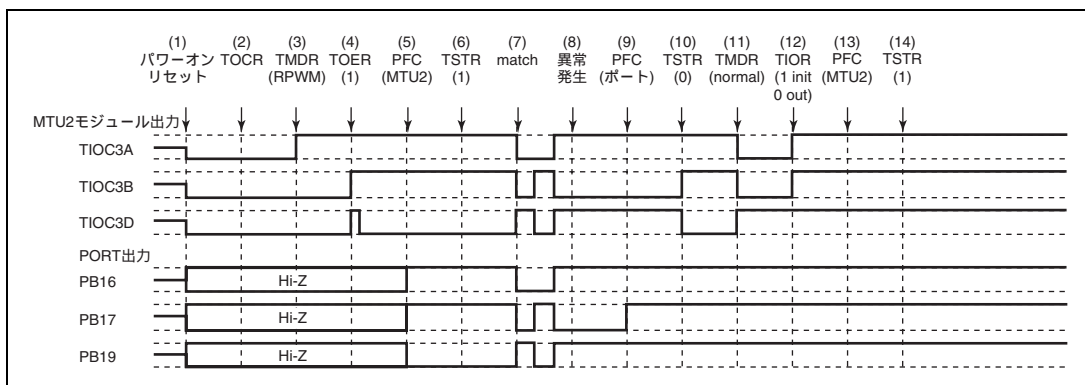

図 12.152 リセット同期 PWM モードで異常が発生し、ノーマルモードで復帰する場合
(1) ~ (10) は図 12.152 と共通です。
(11) PWM モード 1 を設定してください (MTU2 出力は正相側がローレベル、逆相側がハイレベルとなります)。
(12) TIOR で端子を初期化してください (PWM モード 1 では TIOC*B 側は初期化されません)。
(13) PFC で MTU2 出力としてください。
(14) TSTR で再スタートします。
(28) リセット同期 PWM モードで動作中に異常が発生し、相補 PWM モードで再スタートする場合の動作
- (1) ~ (10) は図 12.152 と共通です。
- (11) TOER でチャンネル 3、4 の出力を禁止してください。
- (12) TOCR で相補 PWM の出力レベルと周期出力の許可禁止を選択してください。
- (13) 相補 PWM を設定します (MTU2 の周期出力端子はローレベルになります)。
- (14) TOER でチャンネル 3、4 の出力を許可してください。
- (15) PFC で MTU2 出力としてください。
- (16) TSTR で再スタートします。
(29) リセット同期 PWM モードで動作中に異常が発生し、リセット同期 PWM モードで再スタートする場合の動作
- (11) PFC で MTU2 出力としてください。
- (12) TSTR で再スタートします。
- (13) コンペアマッチの発生によりリセット同期 PWM 波形を出力します。